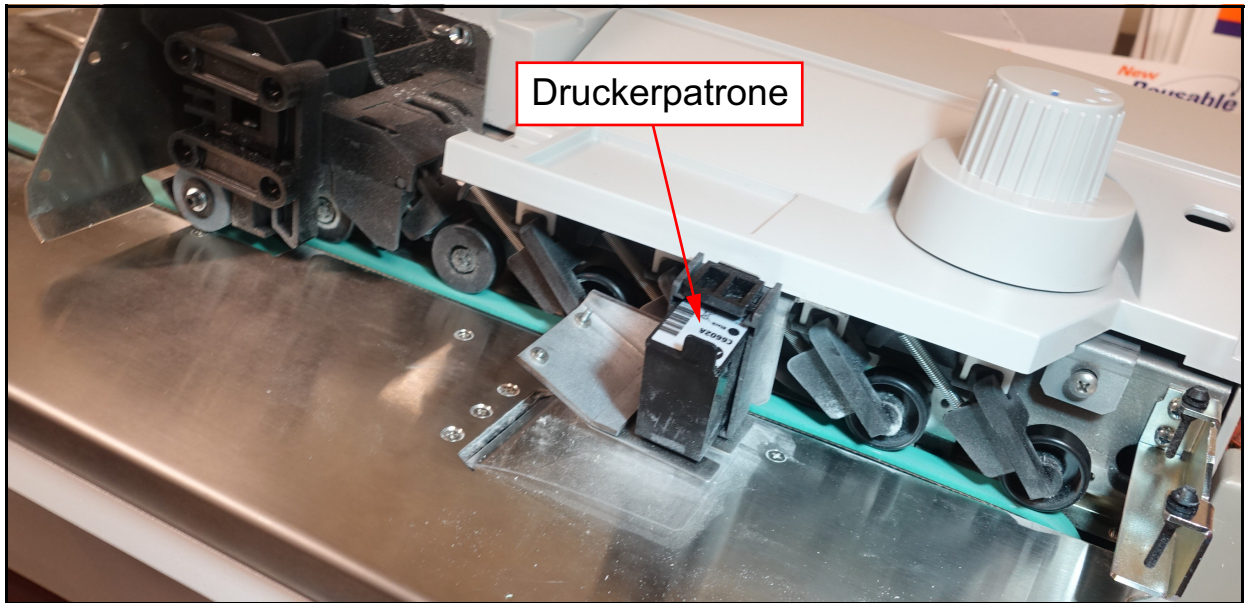

Abbildung 4-16: Druckerpatrone
2. Nehmen Sie die Walzenarmabdeckung (wie in Seite 44 dargestellt ab), um Zugang zur Druckerpatrone (Abbildung 4-16) zu erhalten.